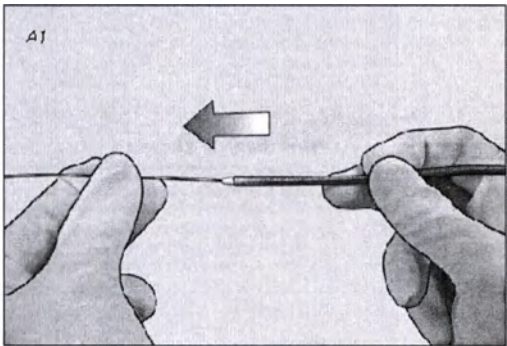

Рисунок A1
1. Вынуть систему доставки стента из пакета и установите устройство под установленным проводником, проверяя, чтобы проводник установил катетер в порт Zip (рис. A1, A2).